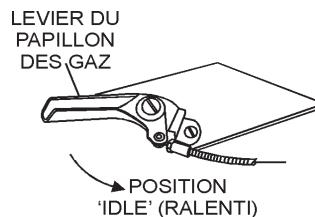

Figure 9. Levier de papillon des gaz (Position de ralenti)
2. Placez le levier de *papillon des gaz* (Figure 9) sur la position « IDLE » (RALENTI).